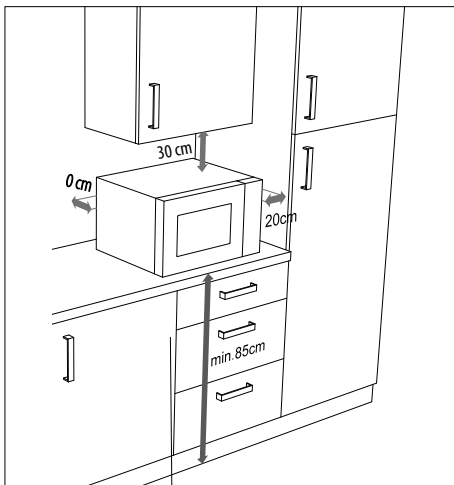

Abb. 4 – Geräteabstand
- ▶ Für eine ausreichende Belüftung müssen die dargestellten Abstände eingehalten werden (**siehe Abb. 4**). Der Abstandshalter an der Geräterückseite muss die Wand berühren. Er gewährleistet den korrekten Abstand beim Aufstellen der Mikrowelle.